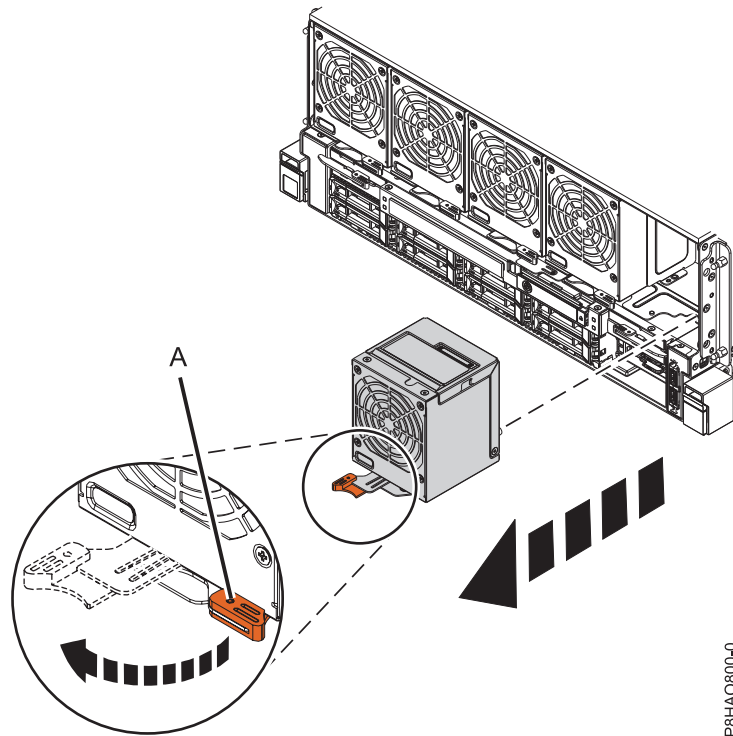

Abbildung 8. Vorderen Lüfter ausbauen
1. Drehen Sie den Lüftergriff (A) in die in Abb. 8 auf Seite 9 gezeigte Richtung, um den Lüfter im Schacht zu entriegeln.